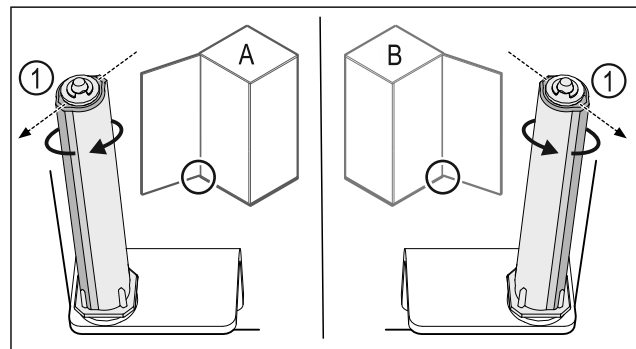

Fig. 37 Levý doraz (A) / pravý doraz (B)
- ▶ Otáčejte uzavíracím systémem proti odporu, dokud nebude lamela uzavíracího systému Fig. 37 (1) ukazovat směrem ven.